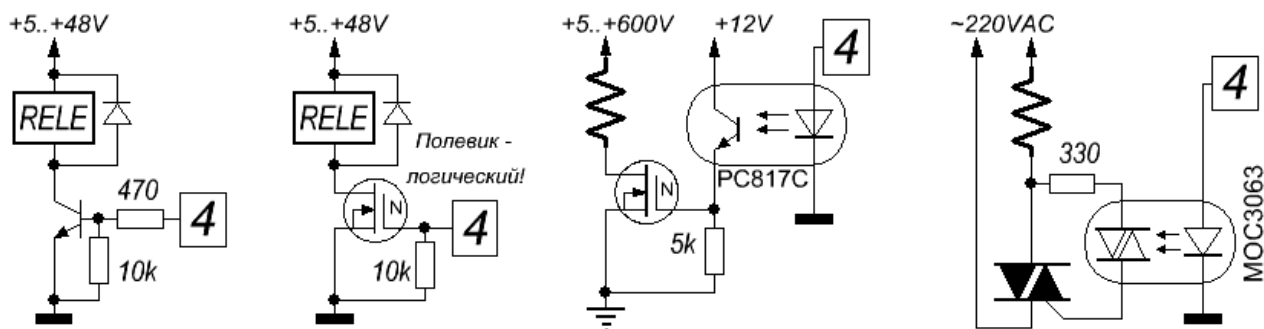
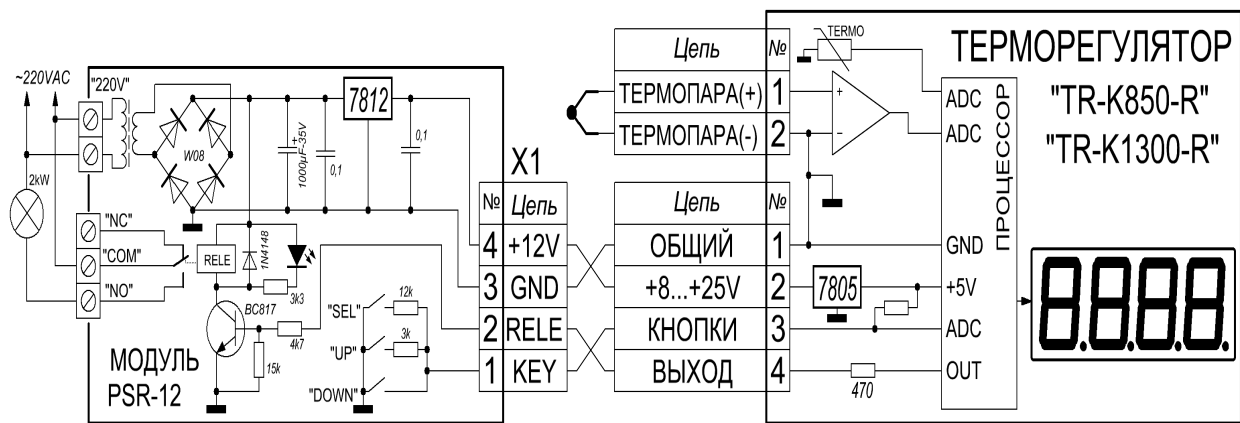
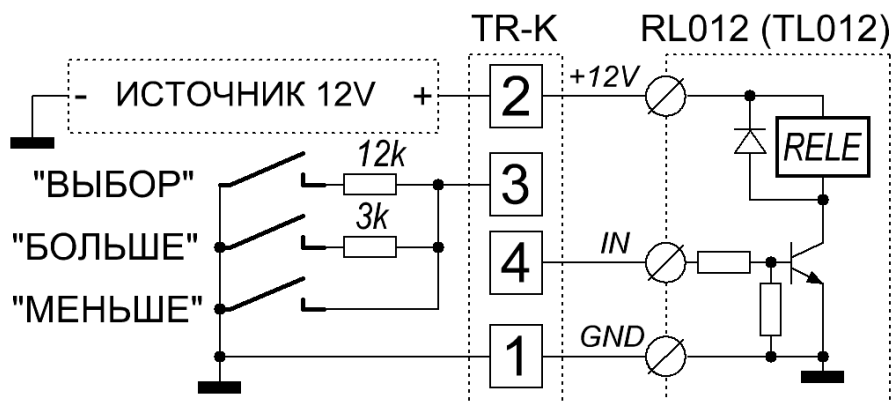

Рис.2 Варианты подключения нагревателей к выходу управления
Рис.3 Вариант законченного решения с применением модуля PSR-12
Рис.4 Подключение устройств коммутации релейного (RL012) и симмисторного (TL012) типов.
3. На рис.2 показаны варианты схемотехники выходных коммутаторов, на рис.3 и рис.4 показаны варианты совместной работы с другими наборами линейки Master, такими как PSR-12, RL012, TL012-5 и RL022-12.